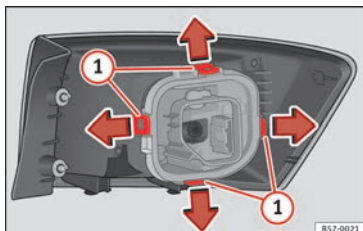

Fig. 111 Linguetto di fissaggio nella parte posteriore del fanale di coda.
7. Smontare il portalampada sbloccando le linguette di fissaggio » fig. 111 ①.